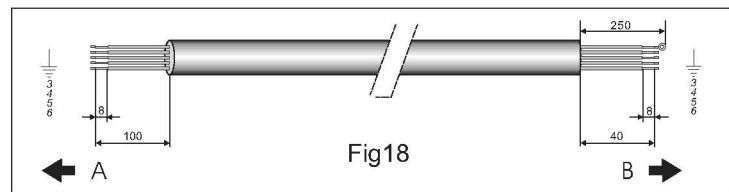

Fig 18 A. ESTERNO B. INTERNO
2. Preparare le estremità del cavo multipolare (7) per la connessione come illustrato in fig. 18.